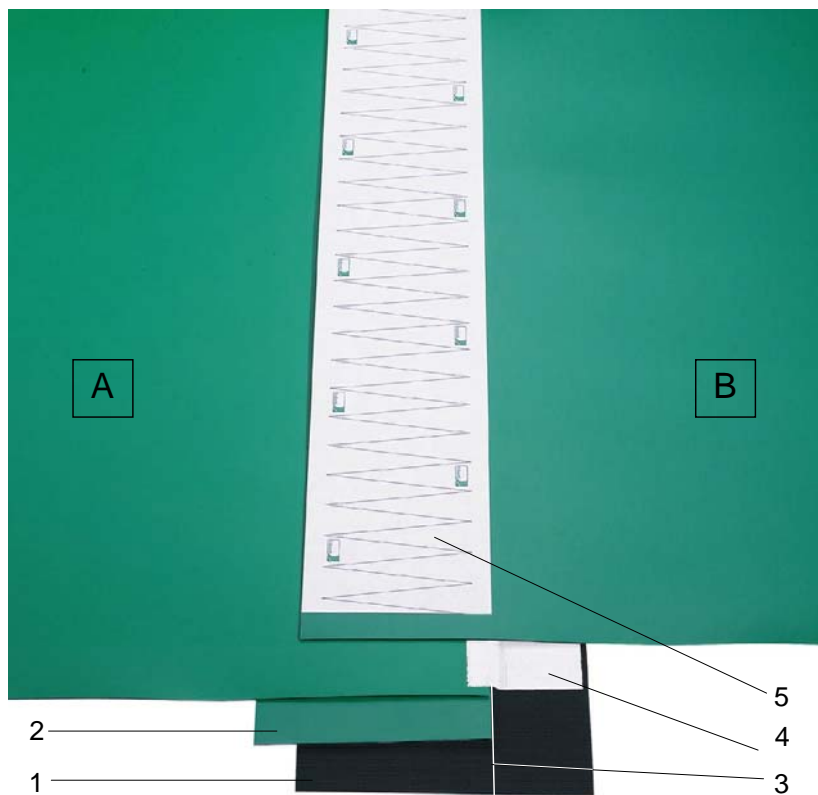

Abbildung 3: Beide Bandenden vorbereitet zum Stanzen
- Zweites Bandende (B) mit der Transportseite nach oben passgenau auf unteres Bandende (A) mit Überlappung legen. Beide Bandenden müssen jetzt genau aufeinander liegen (siehe Abbildung 3).
- Papierklebeband mit Zickzackaufdruck (5) auf entsprechende Bandbreite zuschneiden. Abdeckfolie entfernen und Papierklebeband bündig und parallel zur Kante des oberen Bandendes (B) aufkleben (siehe Abbildung 3).